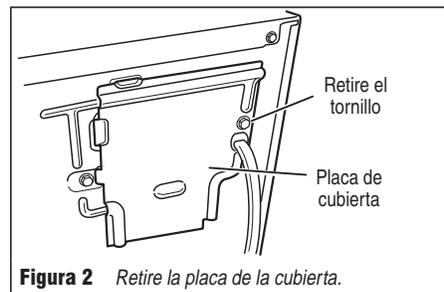

Figura 2 Retire la placa de la cubierta.
2. Retire la placa de cubierta de la esquina superior derecha de la parte posterior de la secadora. Vea la figura 2.